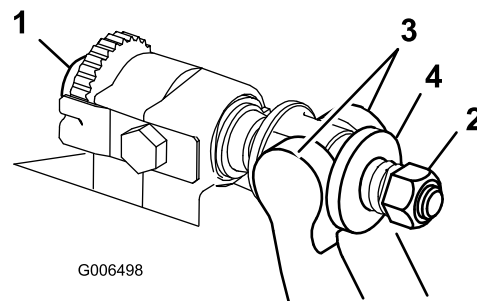

図 24
1. ベッドバー調整ねじを左に回してベッドナイフとリールの接触をなくす 図 24。
2. スプリングテンション・ナットをゆるめて、ワッシャがベッドバーを全く押さないようにする 図 24。